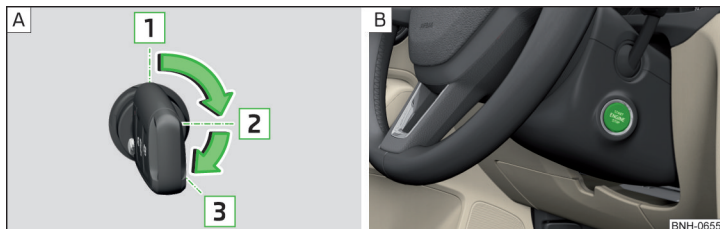

Fig. 179 Posicionamiento de la llave del vehículo en el contacto / Botón de inicio
» fig. 179 - [A]
» Presionar el botón » fig. 179 - [B], el encendido es conectado/desconectado.
» En vehículos con **cerradura de encendido**, gire la llave en la posición **3** » fig. 179 de la pág. 163 - [A], se realiza el proceso de inicio. Luego suelte la llave, el motor arranca automáticamente.
» En vehículos con **botón de inicio**, presionar brevemente el botón » fig. 179 de la pág. 163 - [B], el motor arranca automáticamente.
- » En vehículos con **cerradura de encendido**, gire la llave en la posición **1** » fig. 179 de la pág. 163 - [A].
- » En vehículos con **botón de inicio**, presionar el botón » fig. 179 de la pág. 163 - [B], el motor y el encendido son desconectados al mismo tiempo.
» Mantener presionado el botón » fig. 179 de la pág. 163 - [B] o presionarlo dos veces dentro de 1 segundo.